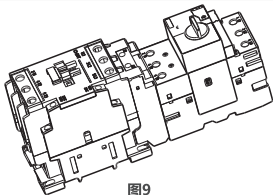

图9
3.2.5 将组装好的接触器、起动器、连接器放置在桌面上，使用一字或十字螺丝刀旋紧起动器上2/T1、4/T2、6/T3接线螺钉，拧紧扭矩分别为 $2\text{N}\cdot\text{m}$ (CC-2(NS2))、 $6\text{N}\cdot\text{m}$ (CC-3(NS2))。安装完成后如图9所示。